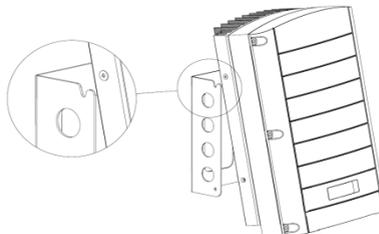
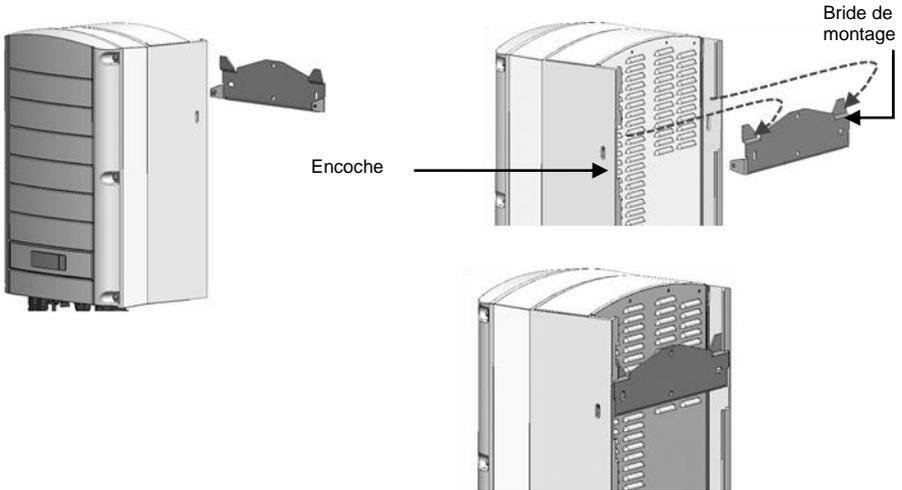

Figure 7 : Suspendre l'onduleur sur le support - Type 1
Figure 8: Accrochage de l'onduleur sur le support – Type 2
- Pour le type 2 - S'assurer que la partie plate du support est vers le bas comme dans la Figure 8
- 3** Accrochez l'onduleur sur le support (Figure 7 et Figure 8) : soulevez l'onduleur sur les côtés, ou saisissez l'onduleur par le haut et par le bas pour soulever l'onduleur à sa place